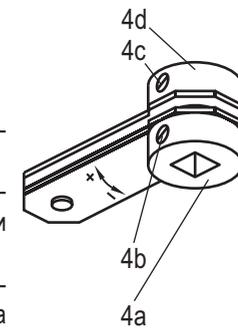

Рис. 4
4.4.2 Регулировка регулятора расхода (рис. 4):